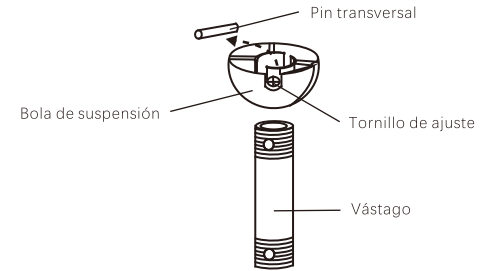

Imagen 7
Paso 5. Quite la bola de suspensión desde el montaje con vástago al aflojar el tornillo de ajuste, destornillar y quitar el pin transversal y destornillar la bola de la vástago.(Imagen 7)